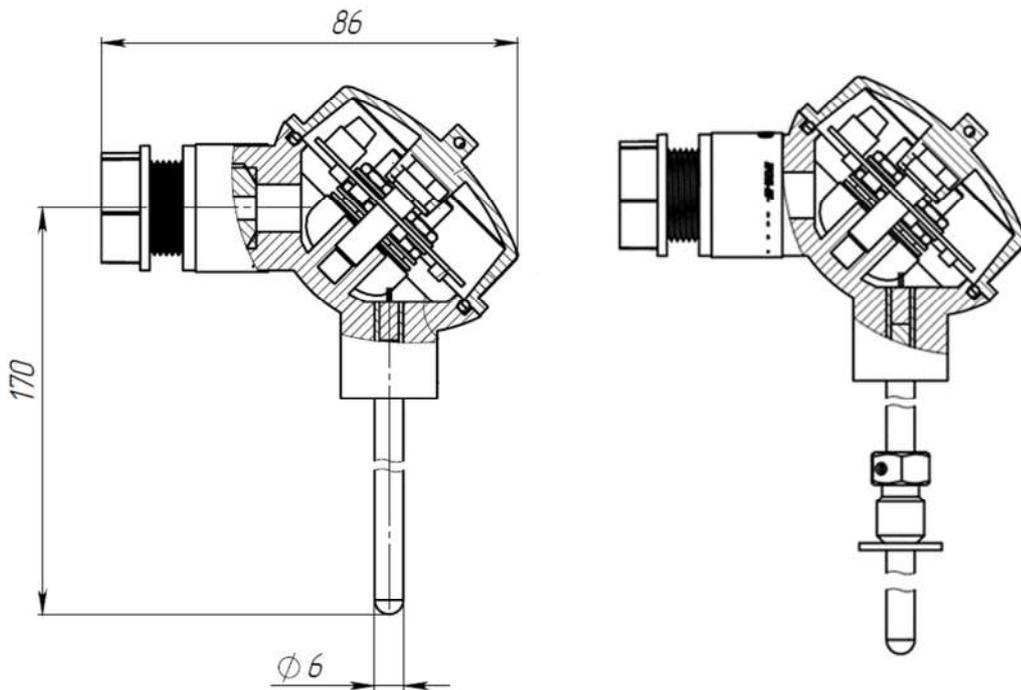

Рисунок 1 - Внешний вид и габаритные размеры ПТ моделей ПРОМА-ПТ-201-ZZ-L-Г-Т
| Габаритные размеры (без монтажной части), не более, мм | См. рис. 1 - 4 |
1.2.3. Внешний вид и габаритные размеры ПТ приведены на рис. 1 - 5.